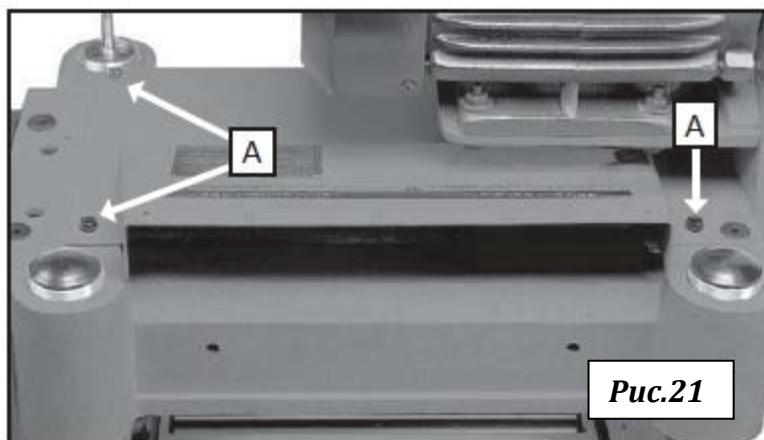

Рис.21
1. Вывернуть четыре винта, три из которых показаны на позиции (A), рис. 21, и винт (B), рис. 22.